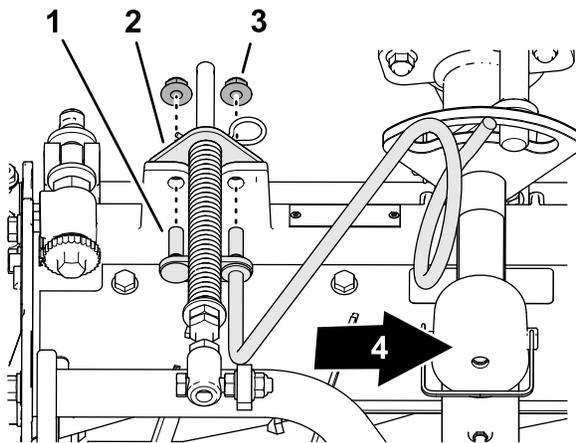

图 15
3. 将右软管导向架的螺柱与滚刀组架和草坪补偿支架上的孔对齐图 15。